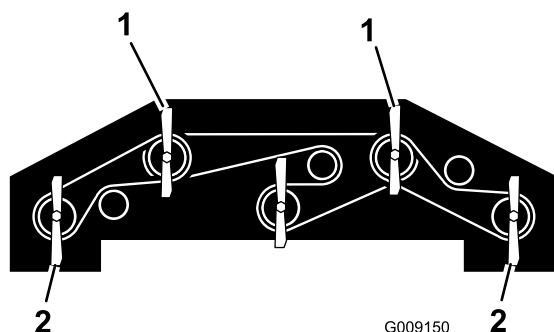

図 93
- 前デッキのブレード2枚とウイングレットのブレードを前後方向に向ける（図 93）。